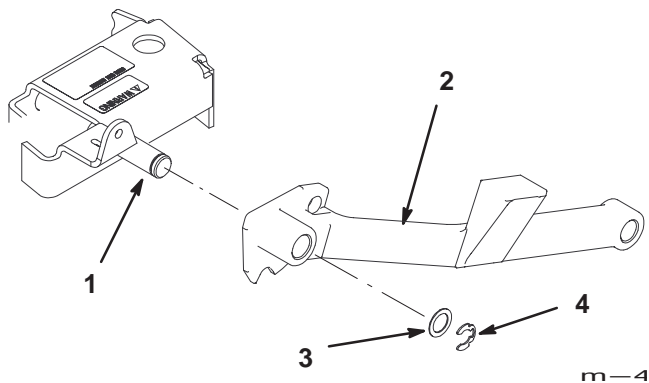

Figure 75
3. Enlevez la bague de retenue et la rondelle plate qui fixent le bras de poussée au carter de tondeuse (Fig. 75).
6. Montez le bras sur la goupille du bâti porteur et fixez-le en position à l'aide de la rondelle plate de 38 mm et de la bague de retenue (Fig. 75).